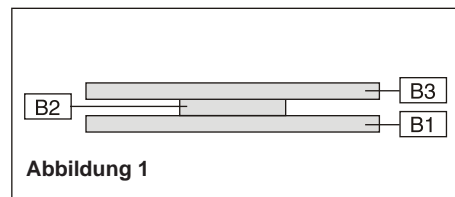

Abbildung 1
Schritt 5: Kleben Sie das Mittelteil der Hauptzylinder-Wandverbindung [B2] mittig auf die Rückseite des Außenteils [B1]. Da das Mittelteil die gleiche Höhe, aber nur ein Drittel der Breite des Außenteils hat, entsteht auf beiden Seiten eine 6 mm breite Stufe. Achten Sie darauf, dass in diese Stufe kein Kleber austritt. Kleben Sie dann darauf das andere Außenteil [B3]. Es ist jetzt ein quadratisches Verbindungsstück entstanden, das auf 2 gegenüberliegenden Seiten einen 6 mm tiefen Schlitz hat, in den die Enden der PVC-Streifen genau passen (s. Abb. 1). Verfahren Sie mit den Teilen [B4], [B5] und [B6] der anderen Wandverbindung ebenso.